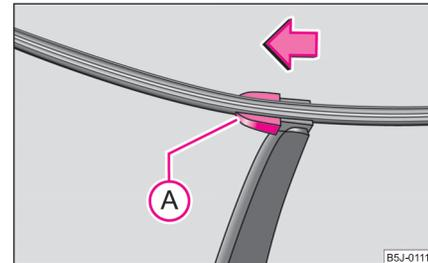

Abb. 43 Wischerblatt für Heckscheibe
- Klappen Sie den Scheibenwischerarm von der Scheibe ab und stellen Sie das Wischerblatt rechtwinklig zum Wischerarm ⇒ Abb. 43. ▶